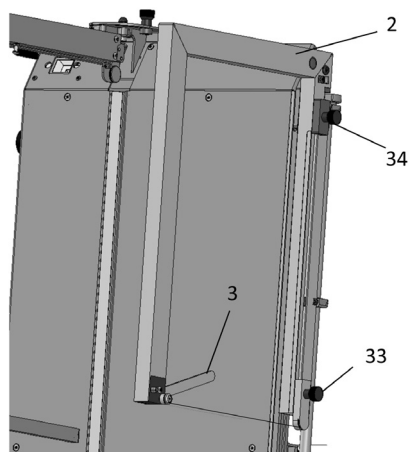

Fig. 8
- Reportez d'abord la dimension de l'angle de l'inclinaison du toit avec un panneau isolant (cf. découpes à onglet) sur le fil de coupe de la découpeuse d'angle. Placez le panneau isolant coupé (découpe à onglet) sur les barres d'appui et dirigez la découpeuse d'angle vers l'angle. Pour reporter l'angle, servez-vous de l'onglet de la découpeuse d'angle (pos. 3, fig. 8). L'angle peut également être reporté sur l'onglet de la découpeuse d'angle (pos. 3, fig. 8).
- Ensuite, reportez l'angle sur le fil de coupe : replacez la découpeuse d'angle dans la position initiale. Desserrez la vis pour le cavalier d'angle (pos. 33, fig. 8) et le cavalier de tension du fil (pos. 34, fig. 8) ; mettez le fil en diagonale en place de sorte qu'il soit parallèle au panneau isolant et à l'onglet.
- Resserrez fortement la vis pour le cavalier d'angle (33).
- Tendez le fil avec le cavalier de tension du fil (34), tirez-le vers le haut jusqu'à ce que le fil soit suffisamment tendu et bloquez le cavalier à nouveau.